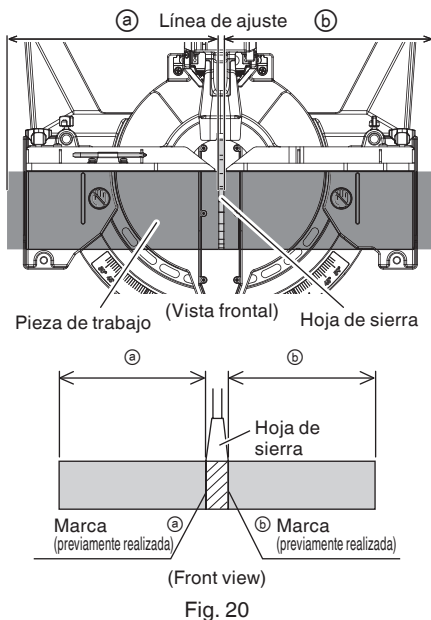

Fig. 20
- (1) Como se muestra en la Fig. 20, la anchura de la hoja de sierra es la de corte. Por lo tanto, deslice la pieza de trabajo hacia la derecha (vista desde la posición del operador) cuando desee la longitud **b**, o hacia la izquierda cuando desee la longitud **a**.